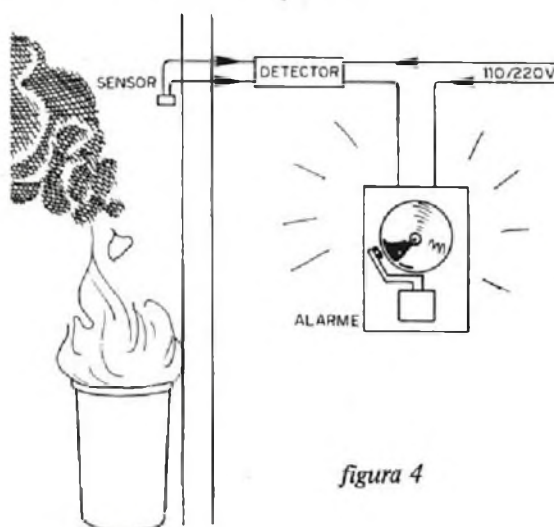

figura 4
c) Para usar o aparelho como detector de incêndios basta deixar o sensor em local que esteja ao alcance de eventuais chamas, quando então pelo seu aquecimento haverá o disparo do alarme. Para proteger diversos locais simultaneamente, diversos sensores podem ser ligados em paralelo, conforme mostra a figura 4.